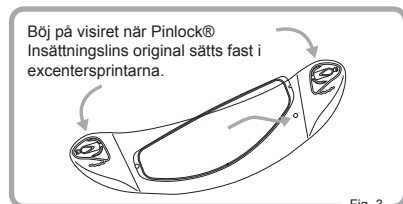

Fig. 3
- ② Böj försiktigt på visiret tills visiret blir platt. Klicka sedan fast den andra sidan av Pinlock® Insättningslins original i excentersprintarna och tillåt sedan visiret att försiktigt återgå till sin normala, krökta form. (Fig. 3 och 4)